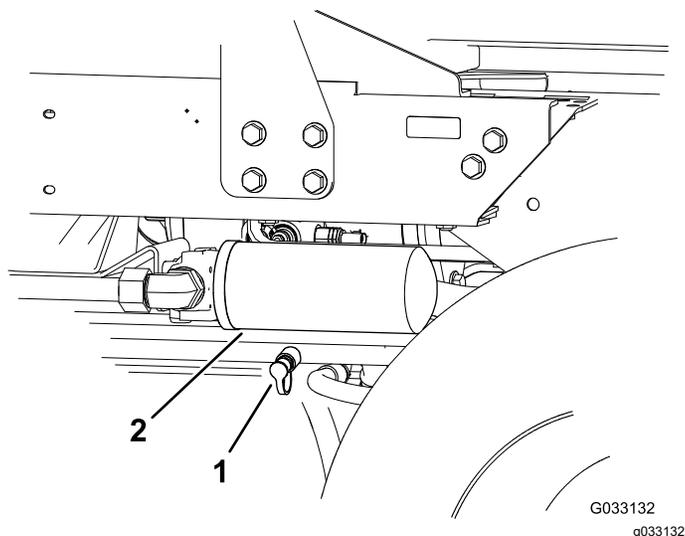

Рисунок 76
- Подсоедините гидравлический шланг между диагностическими штуцерами, установленными в задний тяговый коллектор и в контрольное отверстие давления обратной тяги (**Рисунок 76**).